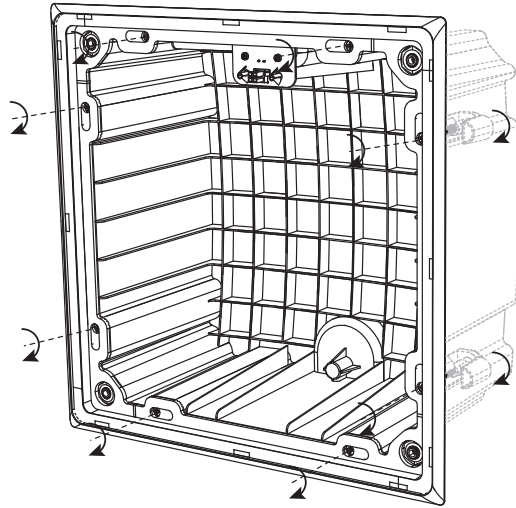

Fig. 18. Tighten the mounting clamp screws (X8)
3. 将后盖固定在天花板上的适当位置,同时顺时针拧紧安装夹螺丝(图18)。系统地执行此操作,直到所有八个夹子都就位并且将后盖牢固地固定到天花板干墙上为止。